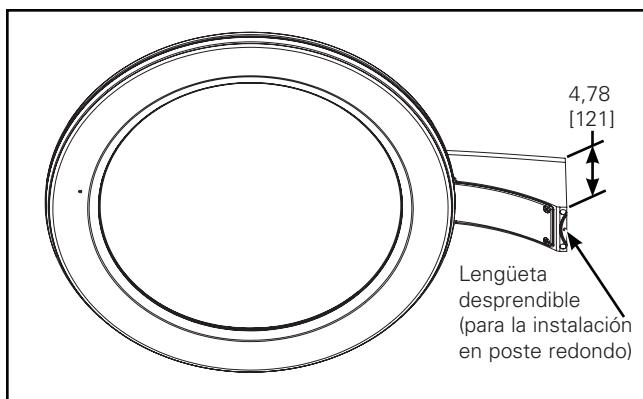

Figura 2.
- El brazo de montaje en poste está diseñado para un poste cuadrado o redondo. La instalación en poste redondo requerirá la remoción de las lengüetas desprendibles del brazo de montaje. Agarre la lengüeta desprendible con unos alicates y despréndala. (Figura 2.)